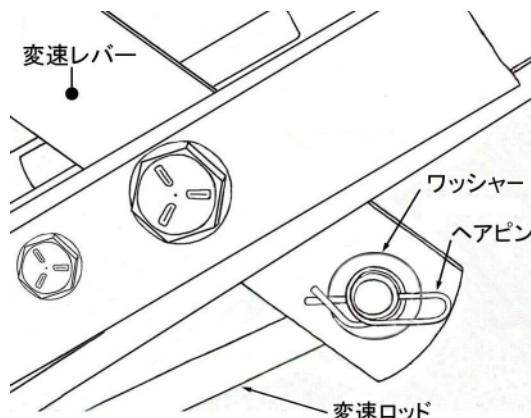

図3-8
- 変速ロッドの先端にワッシャーを入れ、穴にヘアピンを差し込んでとめます。 (図3-8)